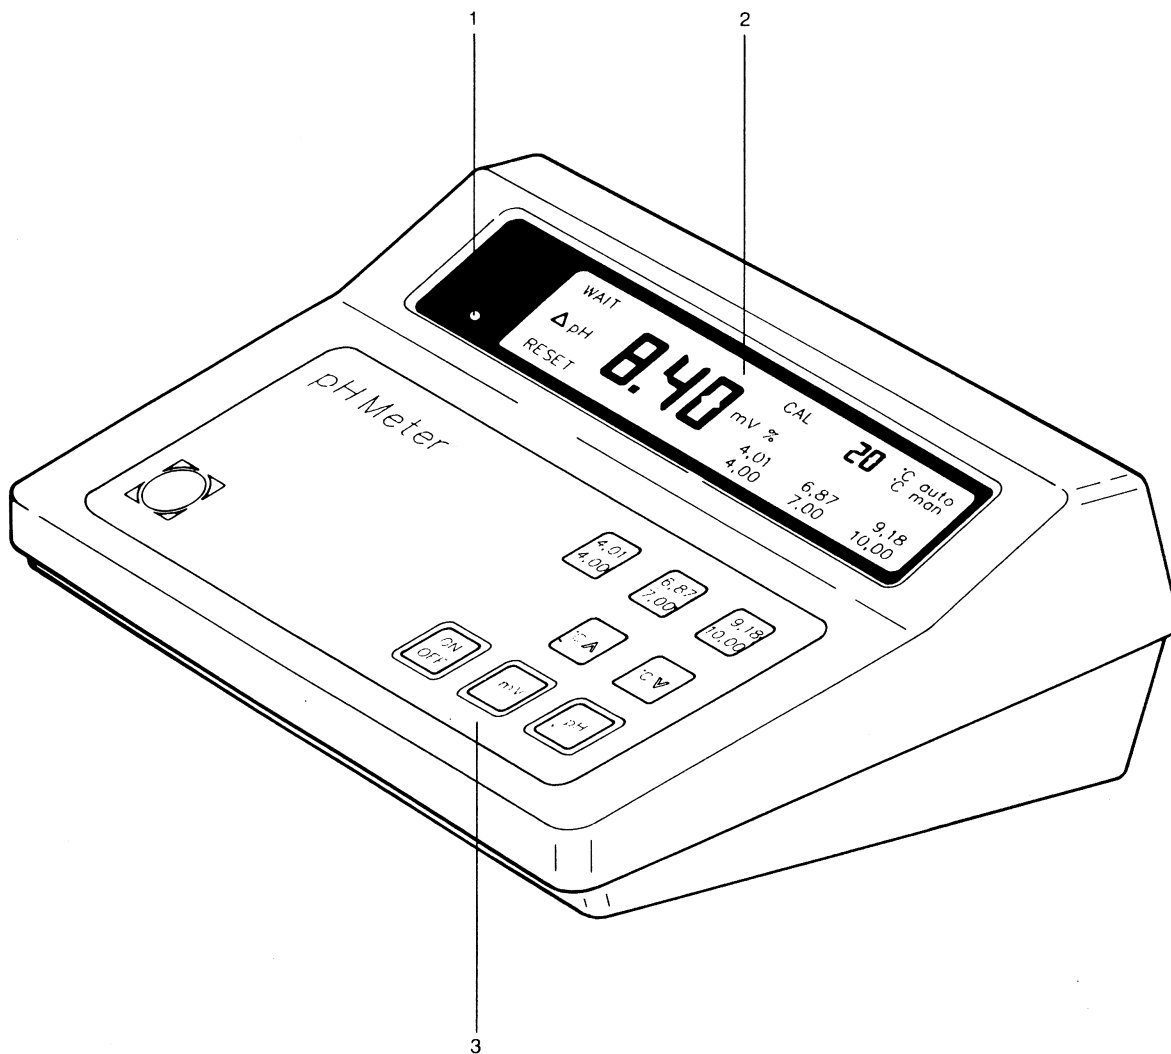

Fig. 1
Choisir fonction "pH" en appuyant sur la touche <pH>, les affichages <<pH>> et <<°C auto>> s'allument (Figure 1, pos. 2).